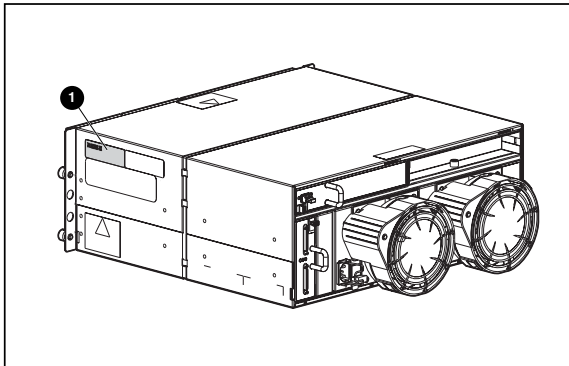

Figura 12: Ubicación de la etiqueta del número de serie del chasis de repuesto
1. Cuando haya terminado, escriba el número de serie que aparece en el chasis original en la etiqueta del chasis de repuesto ❶, situada en el área que se muestra en la Figura 12.